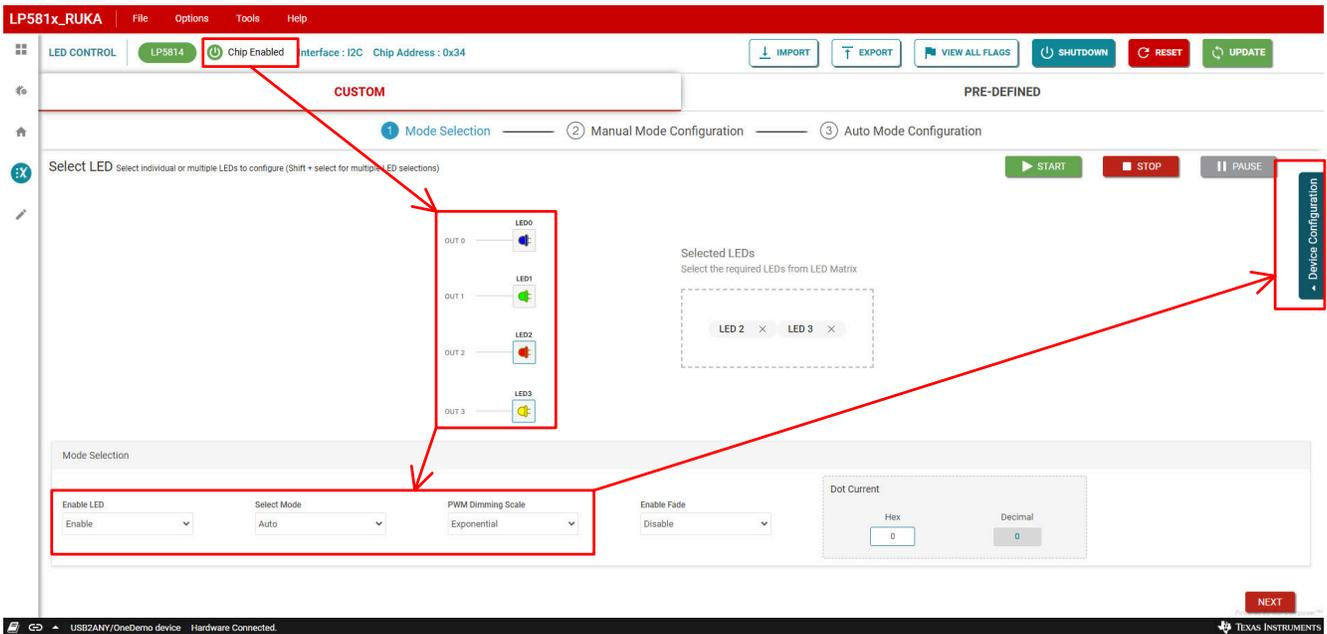

图 3-15. 芯片使能和自动模式设置
1. 单击芯片使能按钮以启用芯片, 如 图 3-15 所示。